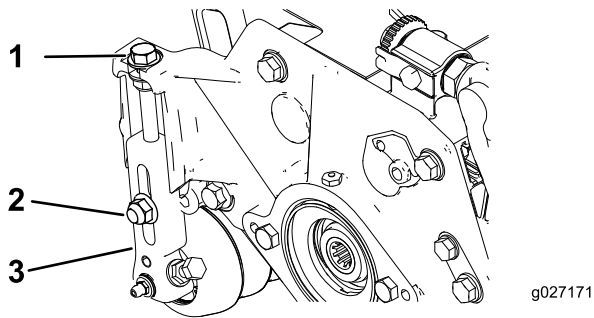

Figura 15
1. Desaperte as porcas de bloqueio que fixam os braços da altura de corte às placas laterais da unidade de corte (Figura 15).